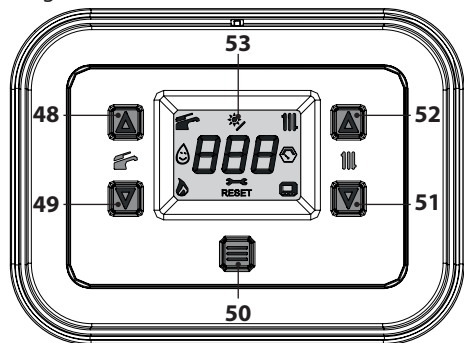

Figura 2.12
- Tenere premuto per 1 secondo il tasto 50 fino a far apparire sul display il simbolo  Figura 2.12.
La temperatura dell'acqua calda di mandata riscaldamento è regolabile agendo sui tasti 51 (diminuzione) e 52 (aumento) (Figura 2.12) da un minimo di circa 25°C ad un massimo di circa 80°C. Alla prima pressione di uno dei due tasti si ha la visualizzazione del valore di "set", alla seconda pressione si accede alla modifica.
Comunque se la temperatura ambiente non dovesse essere confortevole si può aumentare o diminuire la temperatura di mandata dell'impianto riscaldamento di $\pm 15^{\circ}\text{C}$ agendo sui tasti 51 (diminuzione) e 52 (aumento) (Figura 2.12).
La temperatura dell'acqua calda sanitaria è regolabile agendo sui tasti 48 (aumento) e 49 (diminuzione) (Figura 2.12) da un minimo di circa 35°C ad un massimo di circa 60°C . Alla prima pressione di uno dei due tasti si ha la visualizzazione del valore di "set", alla seconda pressione si accede alla modifica.